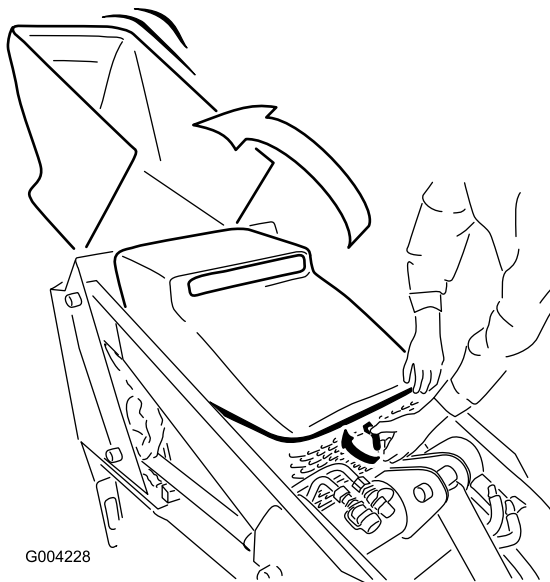

Figure 22
1. Tournez le verrou du capot dans le sens horaire (Figure 22).
2. Soulevez le capot (Figure 22).